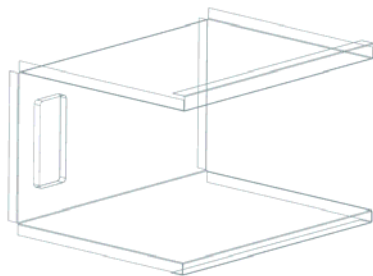

图 11-208 创建凹坑特征 1
(5) 在“凹坑”对话框中，设置“深度”为 10，“侧角”为 0，“参考深度”为“内部”，“侧壁”为“材料内侧”。取消勾选“凹坑边倒圆”复选框。单击  按钮，创建凹坑特征 1，如图 11-208 所示。